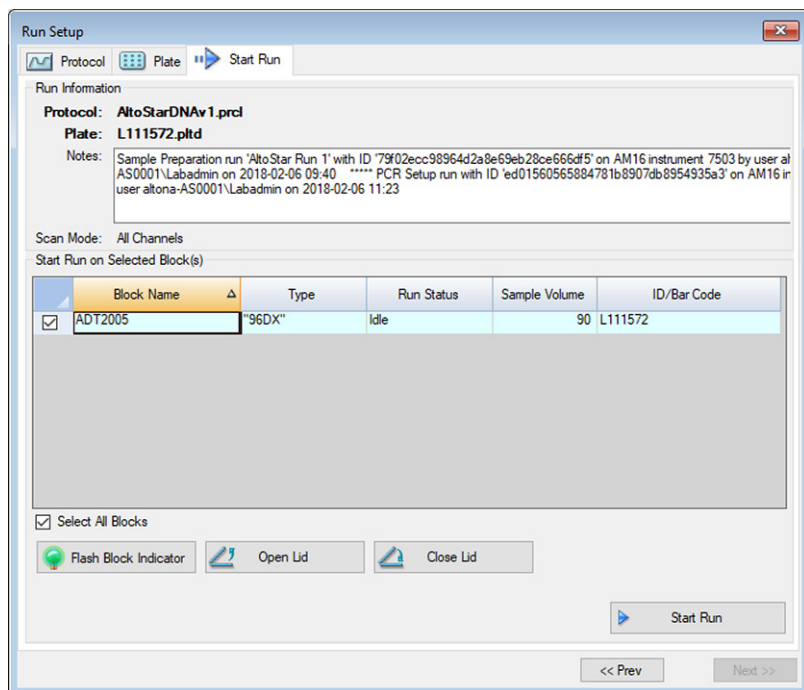

Figura 27: Cuadro de diálogo Run Setup (configuración de la serie)
5. Escanee el código de barras de la PCR Plate (placa PCR) con el escáner de código de barras de mano para seleccionar y abrir automáticamente el archivo LIMS correcto. Se muestra el cuadro de diálogo **Run Setup** (configuración de serie) (consulte la Figura 27).
6. Haga clic en **Open Lid** (abrir tapa) para abrir la tapa del CFX96™ DW Dx (consulte la Figura 27).
9. Cierre el CFX96™ DW Dx haciendo clic en el botón **Close Lid** (cerrar tapa) en el cuadro de diálogo **Run Setup** (configuración de la serie) (consulte la Figura 27).
10. Inicie la serie PCR haciendo clic en el botón **Start Run** (iniciar serie) en el cuadro de diálogo **Run Setup** (configuración de la serie) (consulte la Figura 27).